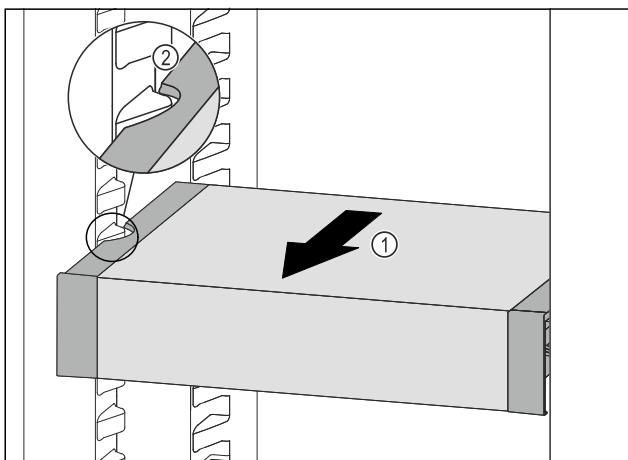

Fig. 98
- Ladicu VarioSafe vucite prema naprijed Fig. 98 (1) sve dok se bočni otvori ladice VarioSafe ne nađu na visini žlijeba spremnika u hladnjaku. Fig. 98 (2)